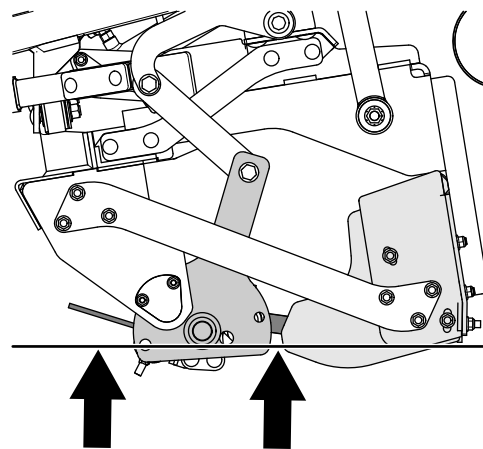

図 50
4. マルチツールキャリアを後方に傾け図 50、タイヤがグレーダブレードの底部よりも高くなるようにする ミッドマウントアタッチメントを前方に傾斜させる場合 (ページ 26)を参照。